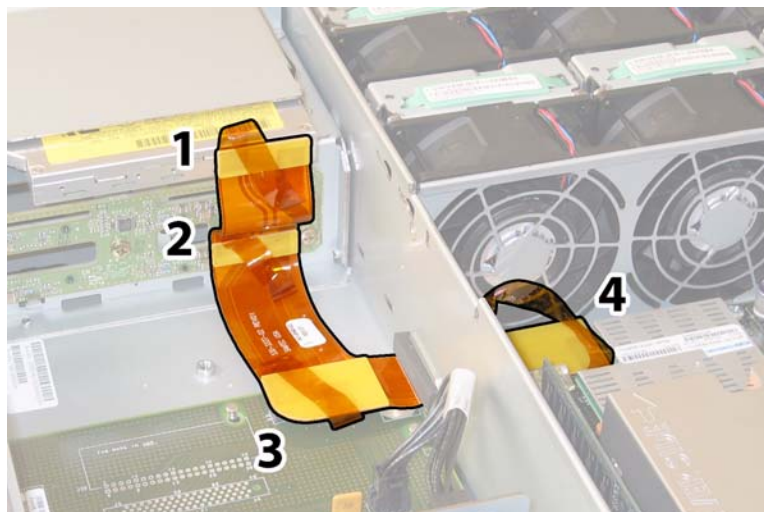

图 4-51 断开软线缆的四个连接器
13. 从以下四个位置断开线缆的四个连接器，从机箱间隔壁上卸下软线缆及其连接泡沫胶垫。请参见图 4-51。